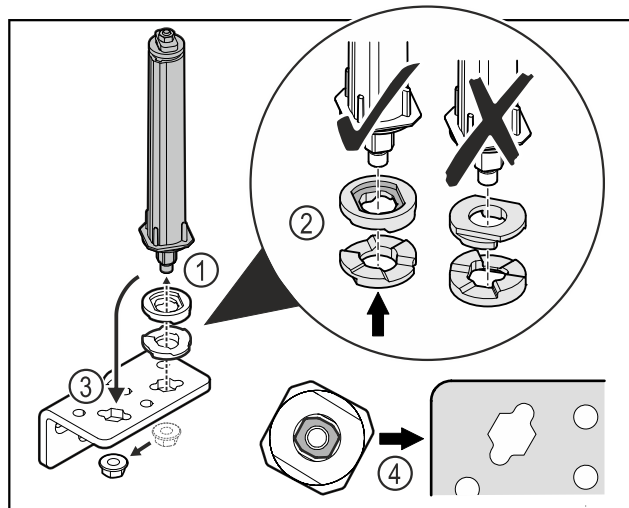

Fig. 30
- ▶ Mutter lösen und Türschließsystem entfernen Fig. 30 (1).
- ▶ Auf die korrekte Ausrichtung der Höhenverstell scheiben achten Fig. 30 (2).
- ▶ Türschließsystem im Scharnierwinkel umsetzen und mit der Mutter fixieren Fig. 30 (3).
- ▶ Beim Einsetzen auf die korrekte Ausrichtung des Türschließsystems achten Fig. 30 (4).